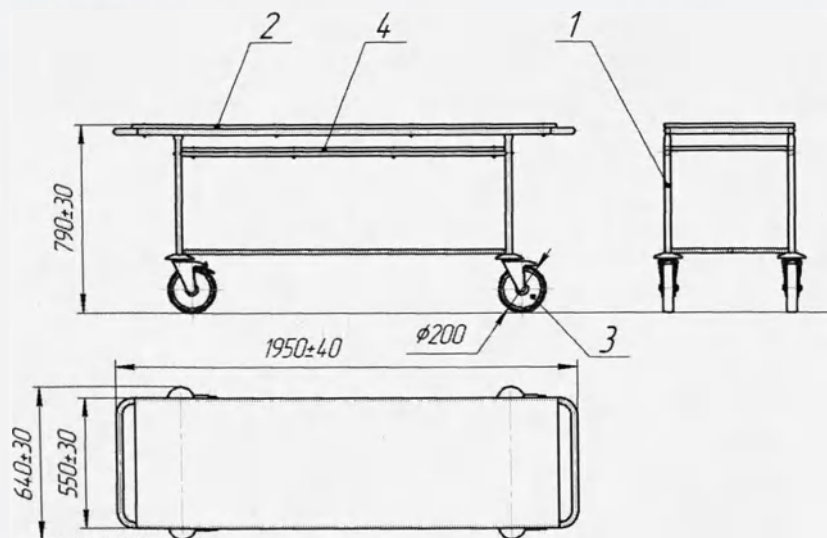

Рисунок 1. Тележка ТВ-ММ мод. 1245 рентгенопрозрачная
2.3. Габаритные размеры, мм	См. рис. 1,2
4.1. Тележка одноуровневая (см. рисунок 1) имеет раму 1 из стального профиля с покрытием порошковым полимерным, оснащенную самоориентирующимися колёсными опорами 3, две из которых, расположенные по диагонали, снабжены тормозами.